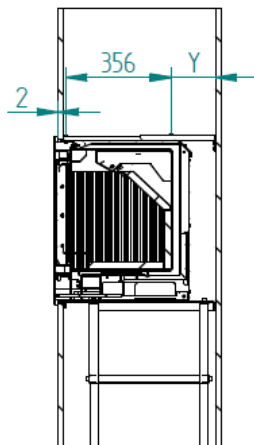

Figure 17 - Distance minimale entre le cadre et la face de la plaque de plâtre ou de la maçonnerie
14. Enfin, vous pouvez placer la porte et le cadre sur l'unité, le cadre doit avoir un espace d'au moins 2 mm par rapport à la plaque de plâtre ou à la maçonnerie, Figure 17.